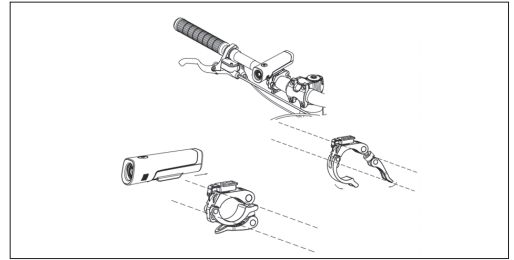

Abbildung 9-1
- a. Montieren Sie die Frontleuchte am Lenker, wie in **Abbildung 9-1** gezeigt.